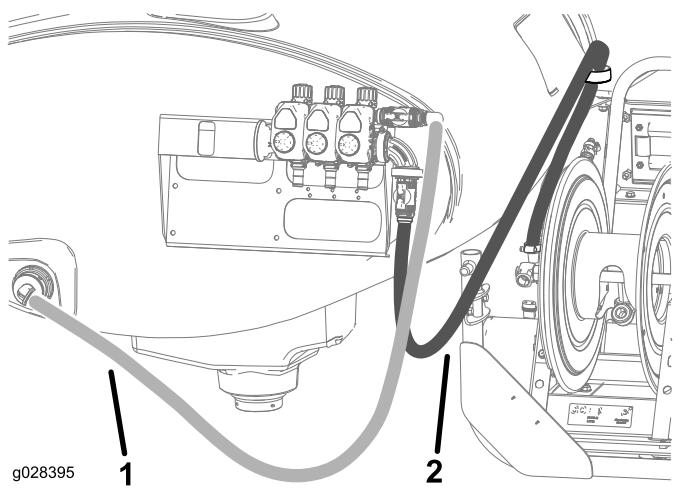

図 22
15. ホースリール給液ホースを図 22に示すように配設して、ホースクランプを使ってホースリールに取り付ける。